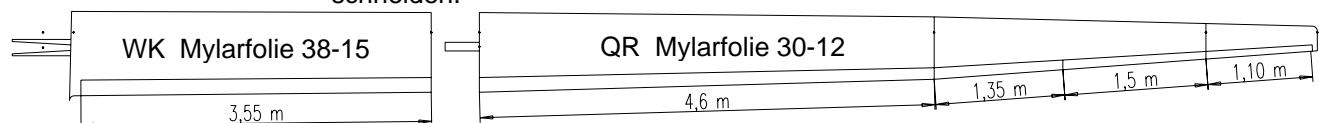

FIG. 2 Flügel-Unterseite
- 4.4 Das Abdeckband (3) für WK [Mylarfolie, 38-15 mm breit] und das Abdeckband (4) für QR [Mylarfolie, 30-12 mm breit] nach Fig. 2 auf entsprechend lange Stücke schneiden.